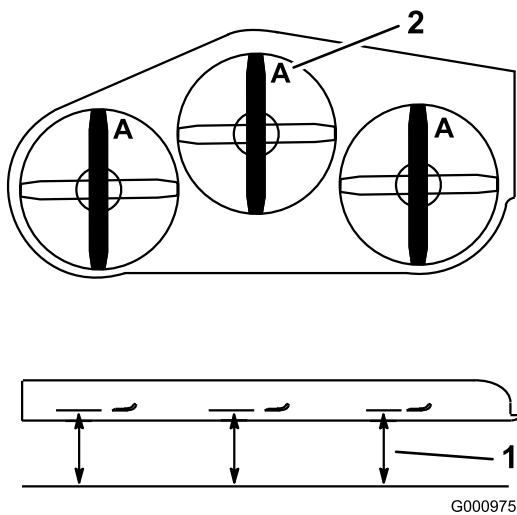

Bild 91
4. Messen Sie an den Stellen **A** und von einer ebenen Oberfläche bis zur Schnittkante der Messerspitzen (Bild 91).